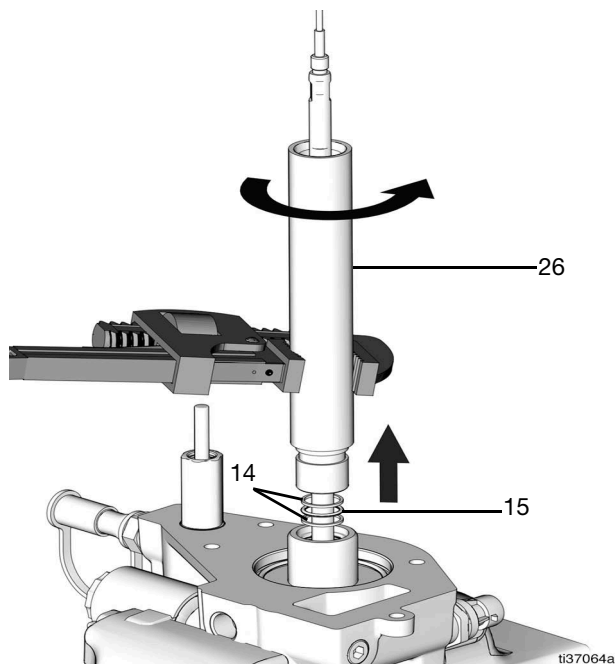

FIG. 45
28. Afloje y retire el tubo de extensión (26) del alojamiento superior. Quite los dos anillos auxiliares (14) y la junta tórica (15) (FIG. 45).